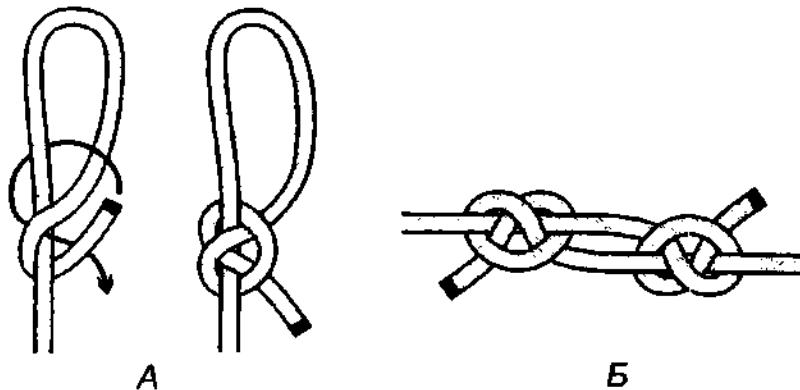

Рис. 391. А – затягивающийся обратный штык; Б – узел для связывания двух верёвок – богатырский узел.
**Затягивающийся обратный штык** является и отличной регулируемой петлёй и замечательным узлом для крепления верёвки к опоре (рис. 391, 529). **Затягивающийся обратный штык** – это сваечный узел, завязанный с петлёй, а также это регулируемая коровья петля, у которой полуштыски расположены в обратном порядке и из-за этого плечо петли работает как самозатягивающийся узел, что и делает его такой надёжной и крепкой петлёй. Чем больше нагрузка, тем сильнее плечо петли затягивает ходовой конец. Узел **затягивающегося обратного штыка** цепко схватывает коренной конец, и петля великолепно держит не только на мягкой, но и на жёсткой верёвке. Как бы сильно не затянулся узел, петля всегда легко и быстро развязывается. На завязывание петли уходит очень мало верёвки.